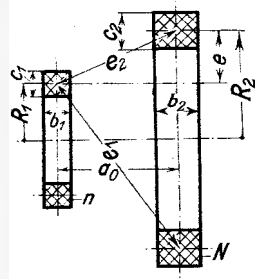

Bild 10. Zwei Spulen, parallel, koaxial, verschiedener Durchmesser, großer Wicklungsquerschnitt
**Fall 3a. Zwei Spulen, koaxial, parallel, verschieden große Durchmesser, Wicklungsquerschnitt nicht vernachlässigbar klein (Bild 10)**